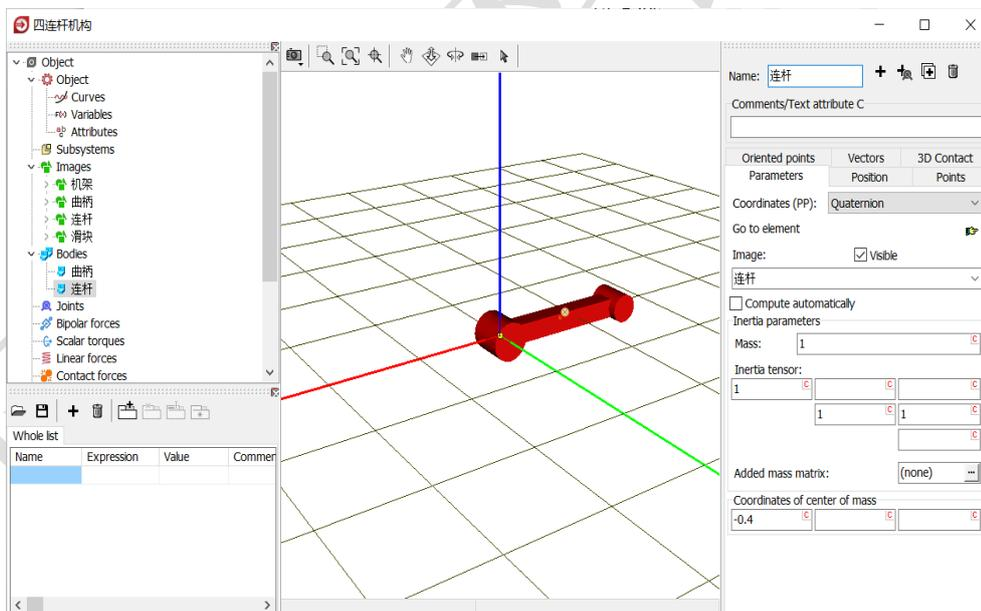

图 2-51
- 7) 创建第二个刚体**连杆**，从 **Image** 下拉菜单选择几何**连杆**，设置质量 (1) 和转动惯量 (1, 1, 1) 参数及质心坐标 (-0.4, 0, 0)，如图 2-51。